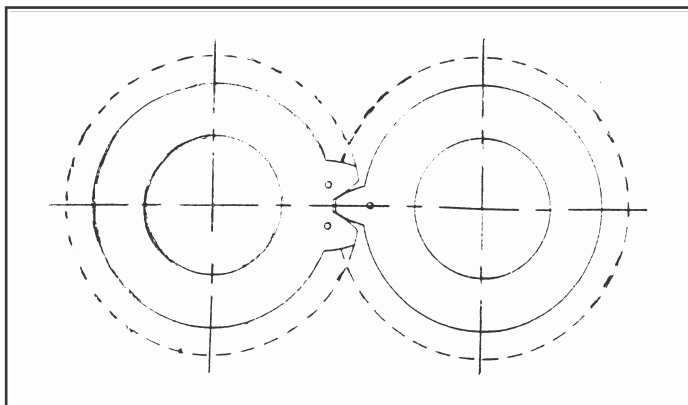

Figure 24 Marques sur les engrenages
c) Placer l'arbre mené (25) dans le palier (1) par devant et faire coulisser la bague interne chauffée du roulement (4) sur l'arbre (25) jusqu'à ce que les bagues intérieures avant et arrière des roulements soient en léger contact avec leurs bagues extérieures. Mettre en place la clavette d'engrenage (28), le pignon (6), la rondelle à languette (7) et l'écrou (8). Serrer l'écrou (8) à la main pour maintenir l'ensemble en place en rattrapant les jeux. Il est peut-être nécessaire de chauffer la bague extérieure du roulement arrière pour faciliter son montage sur l'arbre.
g) Répéter les opérations c) à f) pour l'autre arbre. Nota: Lors du montage du second engrenage, aligner les marques (voir la figure 24).